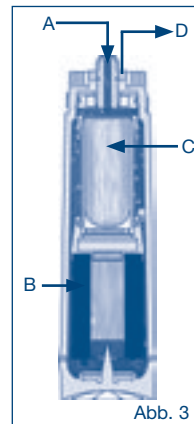

Abb. 3
Das Rohwasser (A) fließt der Filterkerze zu (Abb. 3) und über einen Aktivkohleblock (B) werden Partikel, natürliche Farbstoffe sowie unerwünschte Geruchs- und Geschmacksstoffe wie z.B.: Chlor entfernt.